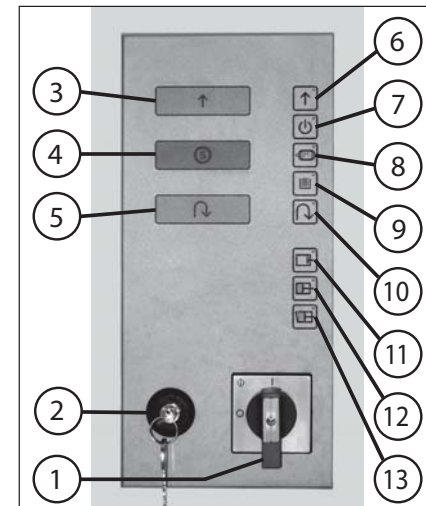

Fig. 6
**ELEMENTOS DE MANEJO** (fig. 6, 7 y 8):
- Interruptor principal** (Parada de emergencia) (fig. 6)
- Interruptor de bloqueo** (fig. 6)
- Pulsador** “Avance del mecanismo de corte” (fig. 6)
- Pulsador** “Parada del mecanismo de corte” (fig. 6)
- Pulsador** “Retroceso del mecanismo de corte” (fig. 6)
- Indicador de control** “Avance del mecanismo de corte” (fig. 6)
b) Parpadea, cuando el mecanismo de corte con la cinta transportadora ha sido conmutado a la marcha de retroceso partiendo de la marcha de avance, o cuando el punzón de prensado no se encuentra en la posición inicial (posición posterior extrema) en el momento de accionar el pulsador de “Avance del mecanismo de corte” (3).
- Indicador de control** “Listo para el servicio” (fig. 6)
a) el interruptor de bloqueo (2) está bloqueado, o
b) la regleta de parada de emergencia (14) está presionada, o
c) la llave de accionamiento de la pieza de bloqueo del interruptor de fin de carrera (19) no está metida en el interruptor de fin de carrera del compactador.
- Indicador de control** “Fallo de motor” (fig. 6)
- Indicador de control** “Retención en la salida” (fig. 6)
- Indicador de control** “Retroceso del mecanismo de corte” (fig. 6)